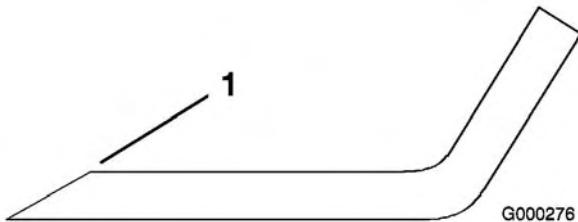

Figura 94
3. Controllate i taglienti di tutte le lame, e affilateli se fossero ottusi o scheggiati. Affilate soltanto la parte superiore del tagliente e mantenete l'angolo di taglio originale per garantire l'affilatezza (Figura 94). La lama rimane bilanciata soltanto se viene rimosso una quantità uguale di metallo da entrambi i taglienti.